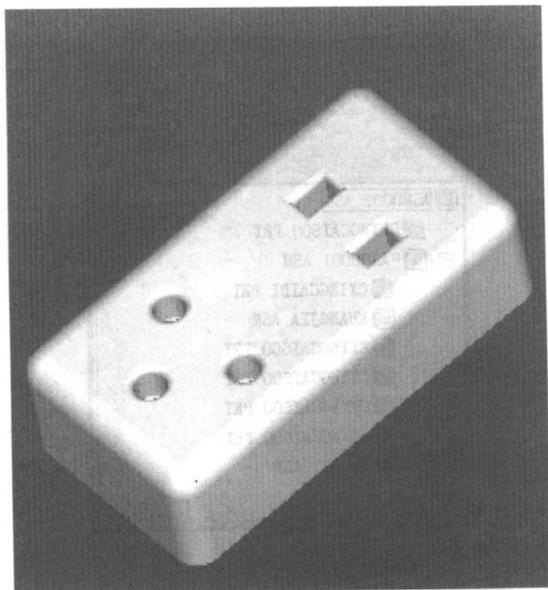

图 2-7
2. 打开配书光盘中的 ZUO.prt 文件，单击 Open 按钮。这样就在 Pro/E 中打开了 ZUO.prt 图形文件，如图 2-7 所示，并可对其进行操作。